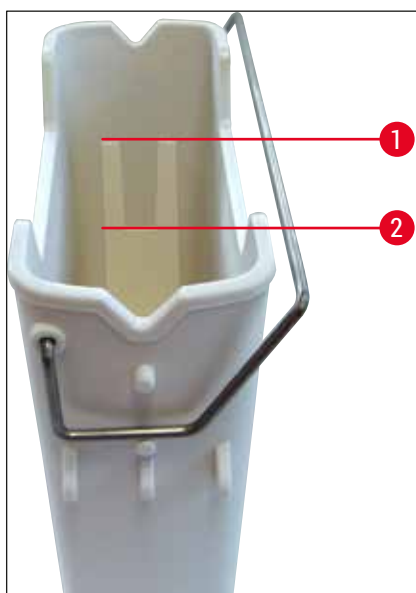
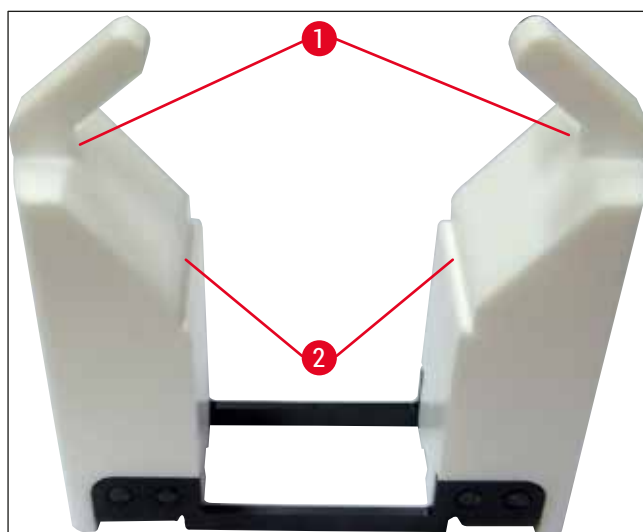

Bild 66
Bild 67
Kontrollera att reagenskyvetthandtaget är korrekt fastsatt på reagenskyvetten. Om detta inte är fallet ska handtaget sättas fast enligt (→ "Bild 66").
- Observera nivåmarkeringen på insidan av reagenskyvetten när du fyller den, oavsett typ av kyvett (→ "Bild 66") (→ "Bild 67").
- Om mellanlägg för specialinfärgning (→ "Bild 67") används i reagenskyvettorna för att reducera reagensvolymen ska dessa sättas i reagenskyvetten innan reagensen fylls på (minst upp till den markerade lägsta fyllnadsnivån (→ "Bild 67-2"), men inte över den högsta fyllnadsnivån (→ "Bild 67-1").